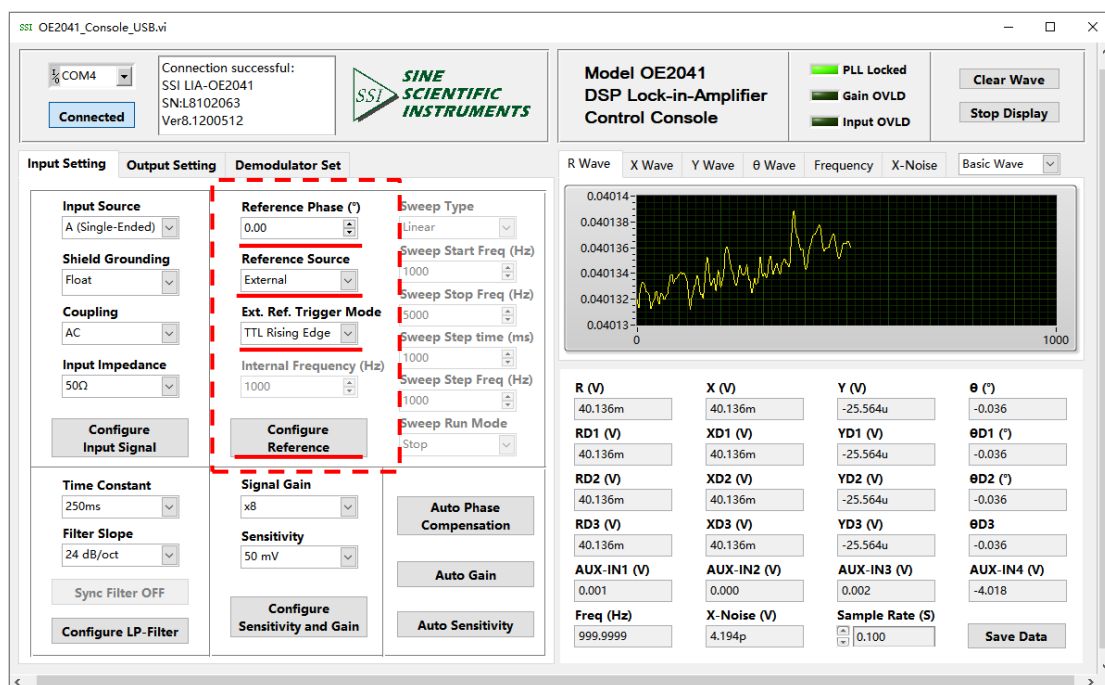

图78. 参考信号配置图
2. 根据表 14, 在参考信号配置区域选择参考信号源类型、外部参考和参考相位值, 其它选项默认, 如下图 78 所示, 最后需要点击“Configure Reference”, 以完成配置: